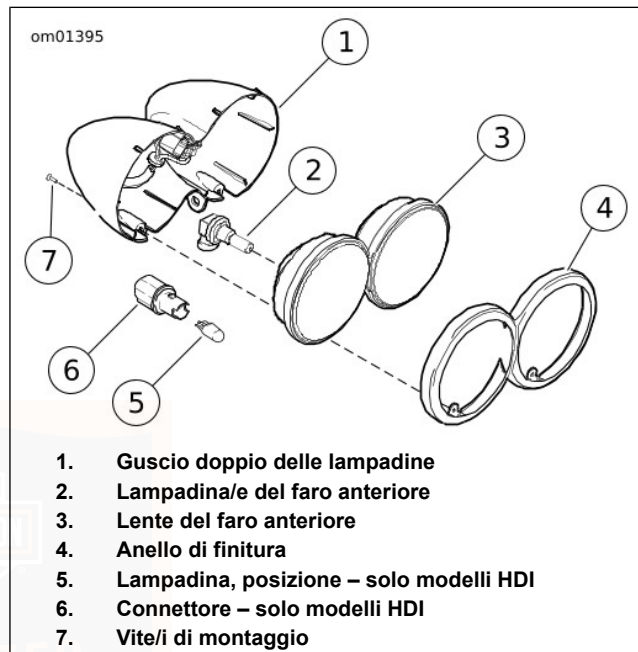

Figura 42. Lampadine del faro anteriore: doppio fanale
1. Vedere Figura 42. Rimuovere le viti di montaggio (7). Rimuovere l'anello di rivestimento (4).
2. Rimuovere la lampadina (2) e il connettore dal retro della lente del faro anteriore (3).
4. **Modelli per i mercati internazionali:** Girare il connettore (6) di un quarto di giro e rimuovere il gruppo della lampadina dal guscio. Tirare la lampadina dalla luce di posizione (5) per rimuoverla.
1. Vedere Figura 42. Installare la **nuova** lampadina e assemblare i componenti del faro anteriore.
2. **Modelli per i mercati internazionali:** Installare una **nuova** lampadina (5) nel connettore (6). Installare il connettore nel guscio.